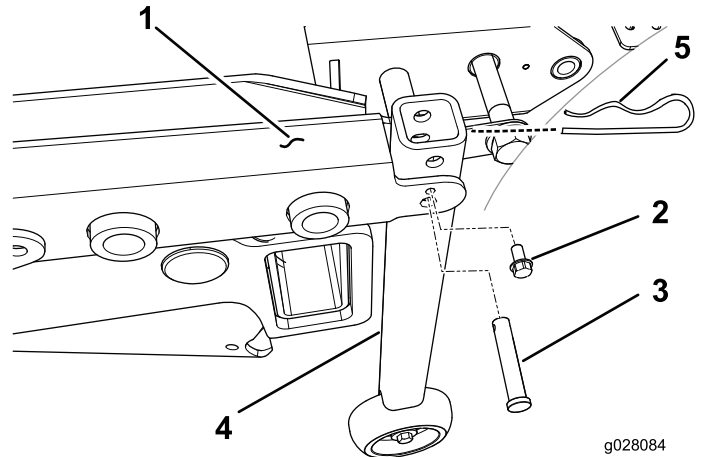

Figura 32
2. En unidades de tracción con número de serie anterior al 312999999, monte un tubo de soporte vertical en cada esquina trasera del bastidor de la carcasa, con un pasador de horquilla y un tornillo autorroscante de 1/4" (Figura 32).